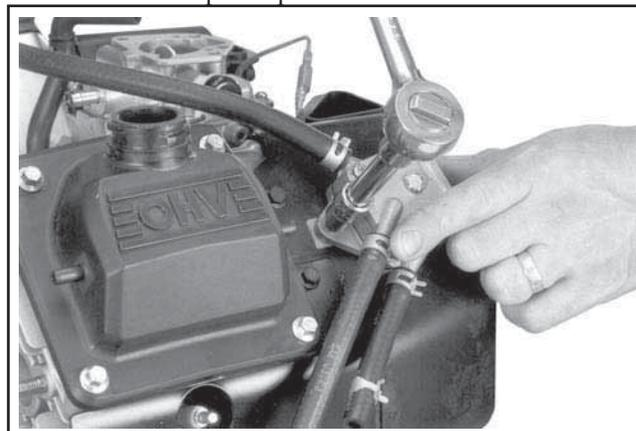

Figure 9-18. Enlever les vis de fixation de la pompe d'alimentation (pompe avec corps en métal ci-représentée).
3. Enlever les deux vis hexagonales à embase fixant la pompe d'alimentation à la bride ou au carter de protection du ventilateur. Voir la Figure 9-18. Le corps de la pompe d'alimentation peut être en métal ou en plastique.